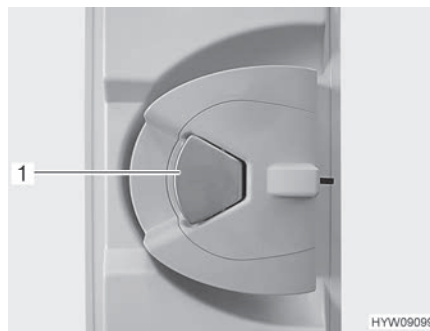

Bild 32 Dörrlås (ingångsdörr insida)
Öppna: ■ Om dörrlåset är låst: Dra en gång i dörrhandtaget (Bild 32,1). Dörren är upplåst.
■ Drag i dörrhandtaget (Bild 32,1). Dörren är öppen.
Låsa: ■ Tryck ned dörrhandtaget (Bild 32,1).